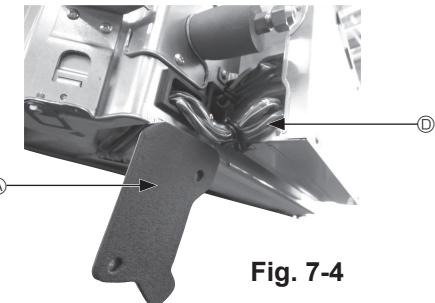
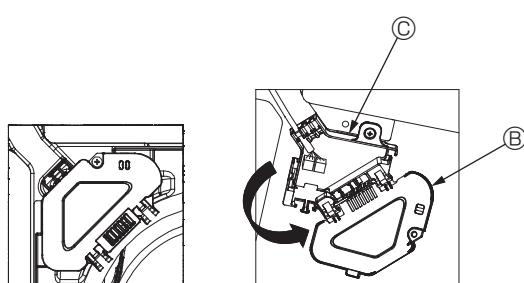

Fig. 7-4
Fig. 7-5
- ① Retirez les deux vis de fixation du couvercle des fils de l'appareil principal, puis ouvrez le couvercle.
- ② Faites passer les fils du Capteur i-see et du récepteur de signal dans les entrées de fils du boîtier des composants électriques, comme montré sur le schéma, et autour des traversées isolées sur le côté de l'appareil principal. (Fig. 7-4)
- ③ Lors du passage des câbles, ouvrez le collier qui fixe le fil de jonction de la grille, puis fixez le fil de jonction de la grille et les fils du Capteur i-see et du récepteur de signal à l'aide du collier.
- ④ Retirez la vis de fixation du couvercle de la boîte de raccordement, puis ouvrez le couvercle. (Fig. 7-5)
- ⑤ Placez le connecteur du fil de jonction dans la boîte de raccordement.
- ⑥ Installez le couvercle des fils et le couvercle de la boîte de raccordement.